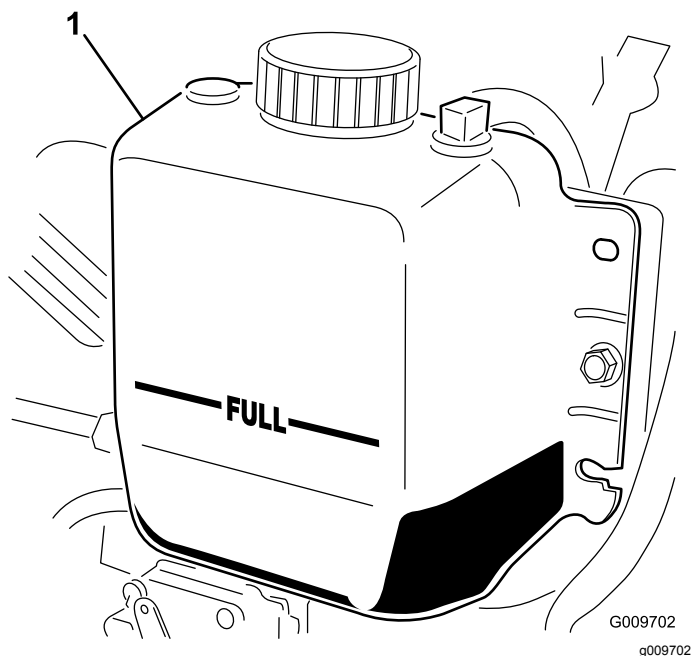

Figura 63
2. Compruebe el nivel de refrigerante del radiador. El radiador debe llenarse hasta la parte superior del cuello de llenado, y el depósito de expansión debe llenarse hasta la marca LLENO (Figura 63).